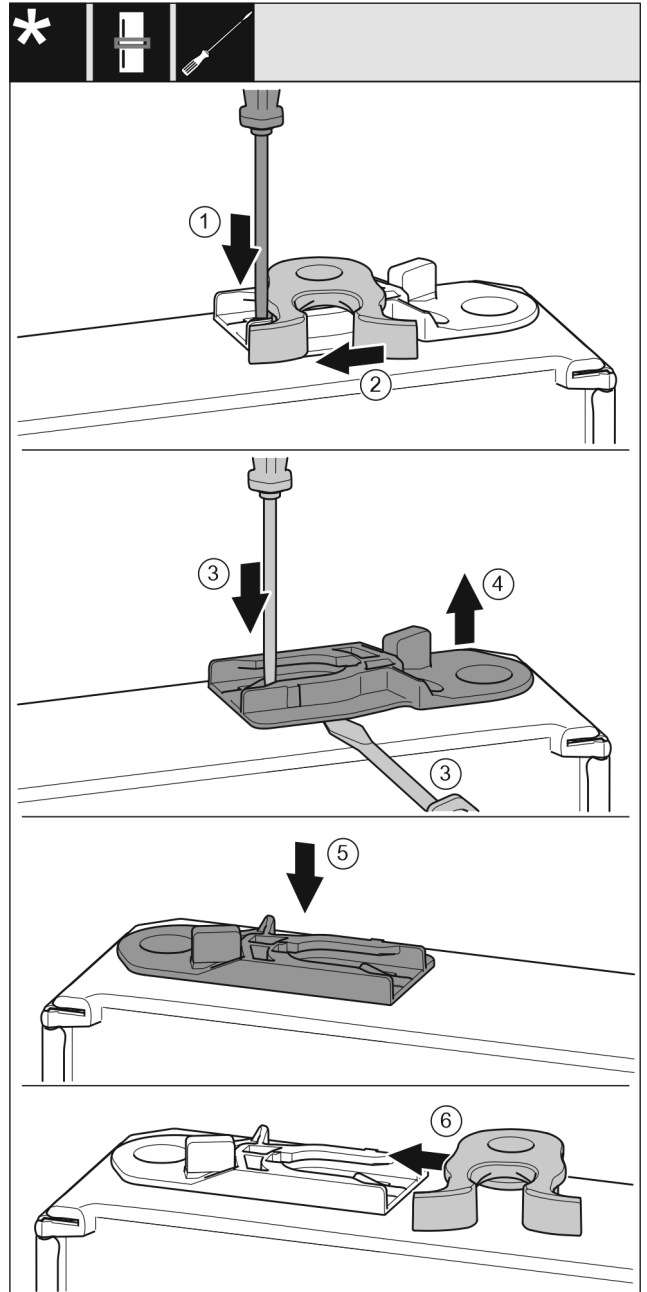

Fig. 16
- ▶ Lasche mit Schlitzschraubendreher nach unten drücken. Fig. 16 (1)
- ▶ Schließhaken aus Führung ziehen. Fig. 16 (2)
- ▶ Führungsbuchse herausziehen: Lasche mit Schlitzschraubendreher drücken und gleichzeitig mit Schlitzschraubendreher unter Führungsbuchse fahren. Fig. 16 (3, 4)
- ▶ Im Lieferumfang beiliegende Führungsbuchse auf anderer Gehäuseseite einschieben. Fig. 16 (5)
- ▶ Schließhaken in Führung schieben. Fig. 16 (6)